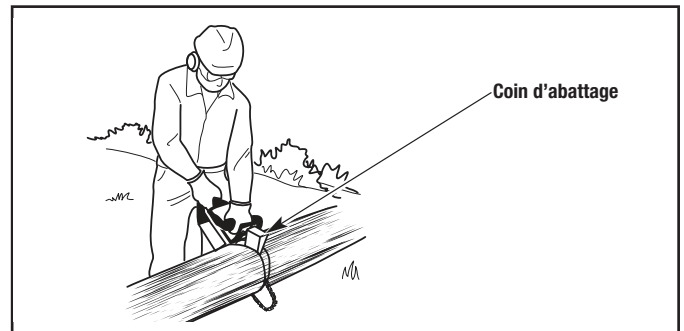

Figure 20
2. Faites la deuxième coupe du côté opposé jusqu'à ce que les deux coupes se rejoignent. Si le diamètre de la grume est suffisamment grand, insérez des cales d'abattage en plastique souple ou en bois pour maintenir la coupe ouverte et éviter les pincements (Fig. 20). Veillez à ne pas toucher les cales d'abattage avec la chaîne de la scie.